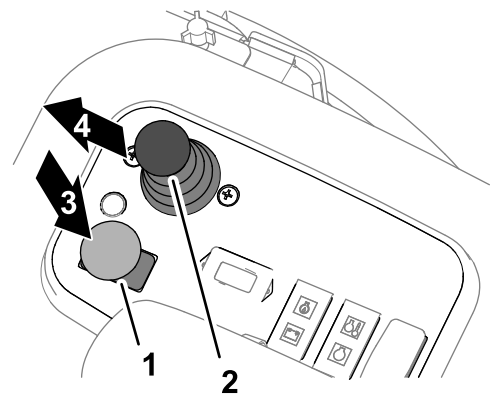

図 34
1. 駐車ブレーキを掛け、カッティングユニット作動スイッチを DISENGAGE 切にする 図 34。